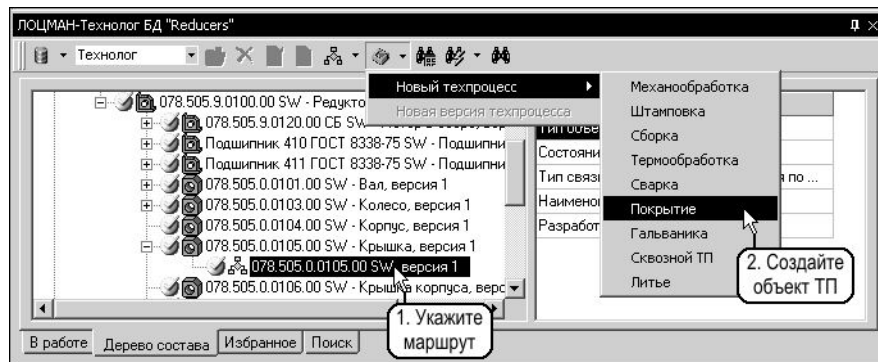

Рис. 12.8. Создание нового объекта ТП
3. Нажмите кнопку **Новый техпроцесс** на инструментальной панели модуля. Выберите пункт **Новый техпроцесс**, а затем в списке — вид производства (например, ТП покрытия, рис. 12.8).